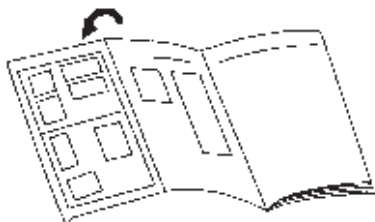

Fig. 5 Пульт дистанционного управления
- Чтобы отключить режим тестовой эксплуатации нажмите кнопку START/STOP (Fig. 5 ③), чтобы остановить кондиционер.